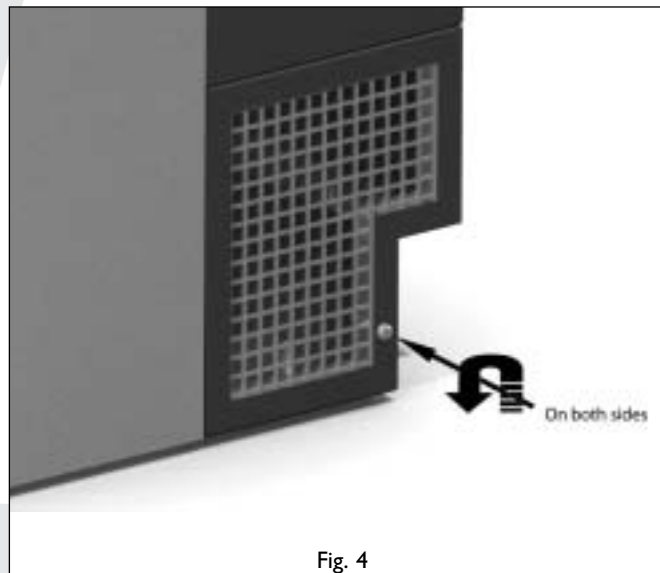

Fig. 4
- Draai de schroeven aan weerszijden van de behuizing los (zie Afb. 4);